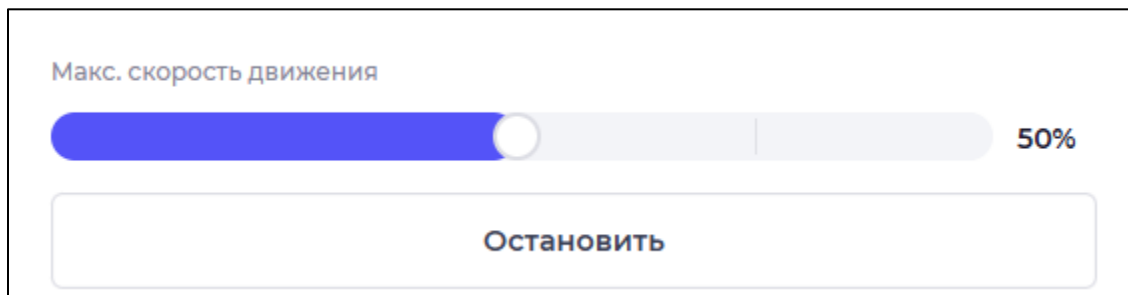

Рисунок 43 – Панель ручного управления скоростью и остановкой движения
- Панель ручного управления скоростью и остановкой движения (см. Рисунок 43) содержит: